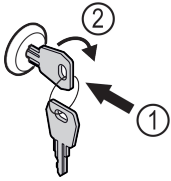

Fig. 138
- ▶ Introducir la llave. Fig. 138 (1)
- ▶ Girar la llave 90° en sentido horario. Fig. 138 (2)